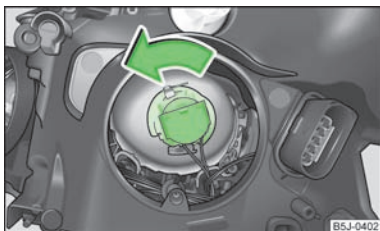

Abb. 148
- › Den Stecker mit der Glühlampe bis zum Anschlag **entgegen** dem Uhrzeigersinn drehen » Abb. 148 und herausnehmen.